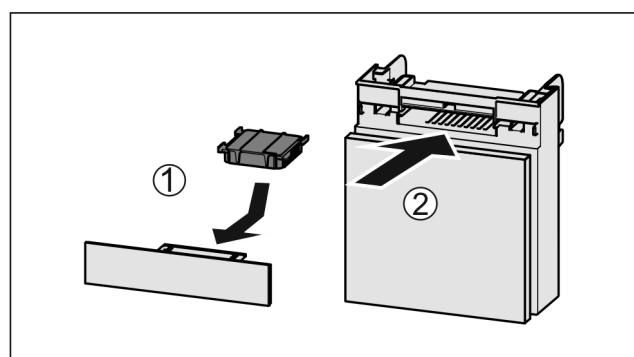

Fig. 40
- Установите фильтр с активированным углем, как показано на рисунке Fig. 40 (1).
► Вставьте отделение Fig. 40 (2).